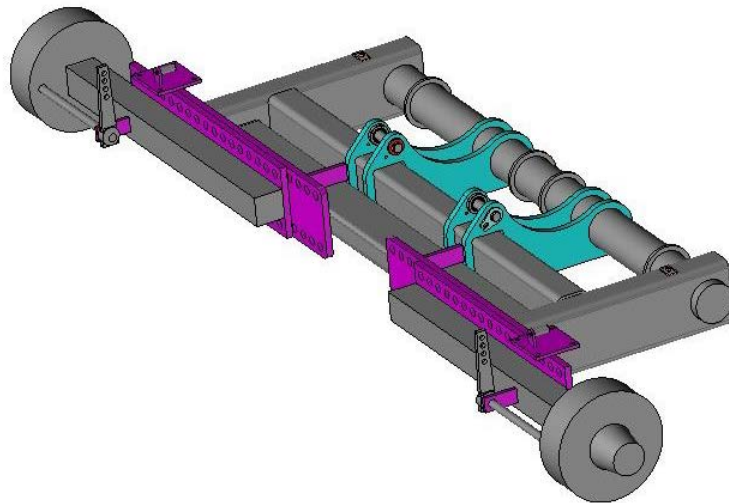

Рисунок 2.
- Установить гидроцилиндр дышла (7).
- Смонтировать установочные опоры (11).
- Смонтировать оси колес (рис. 2).